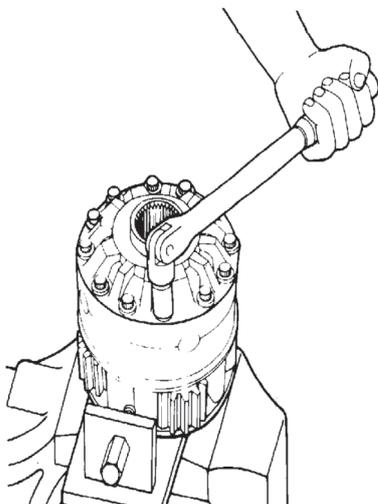

Figura 24
- B. Imobilize a caixa dos satélites sobre um dispositivo adequado e solte os parafusos de fixação das duas metades (Figura 24).